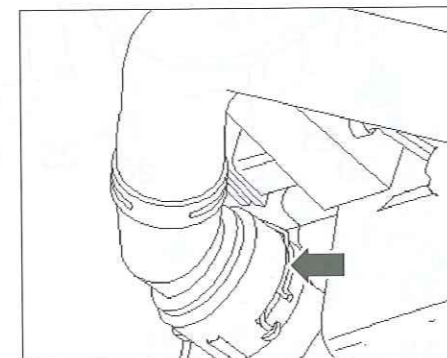

Fig. 19
- Retirar la grapa de retención y desconectar el manguito del radiador de refrigeración del motor (Fig.19).